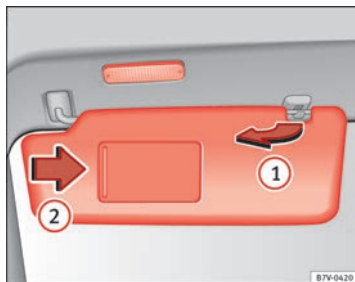

Fig. 64 Aletta parasole ►
- L'aletta parasole può essere staccata dal supporto e orientata verso la porta ⇒ fig. 64 ①.
Nel parasole ripiegato è presente uno specchietto di cortesia coperto da uno sportellino. Facendo scorrere lo sportellino ⇒ fig. 64 ② si accende una luce.